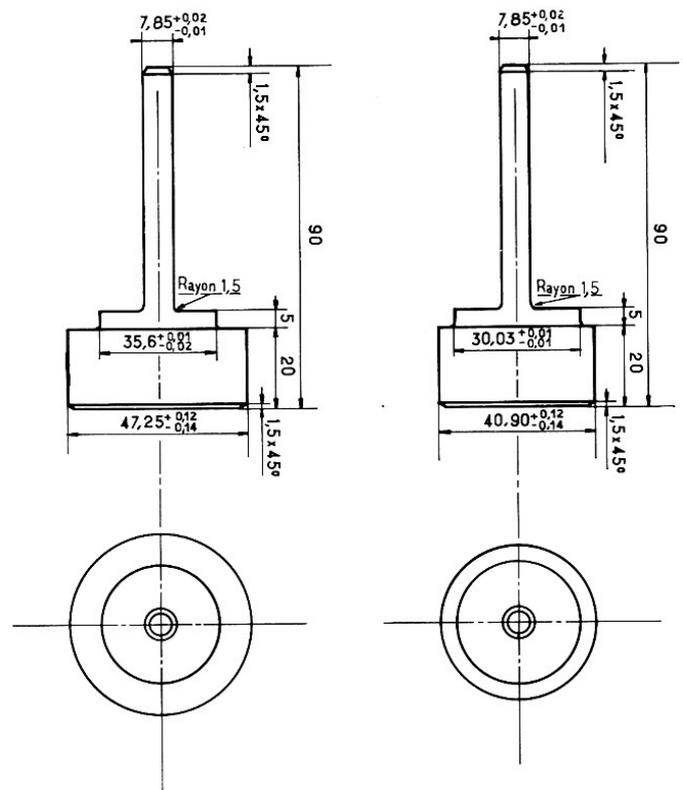

Fig. 8
- 3° **A la presse hydraulique**, monter dans la culasse les sièges rapportés à l'aide des tampons de montage MOTA et MOTI, ou réalisés suivant les cotes de la figure 8 (1).